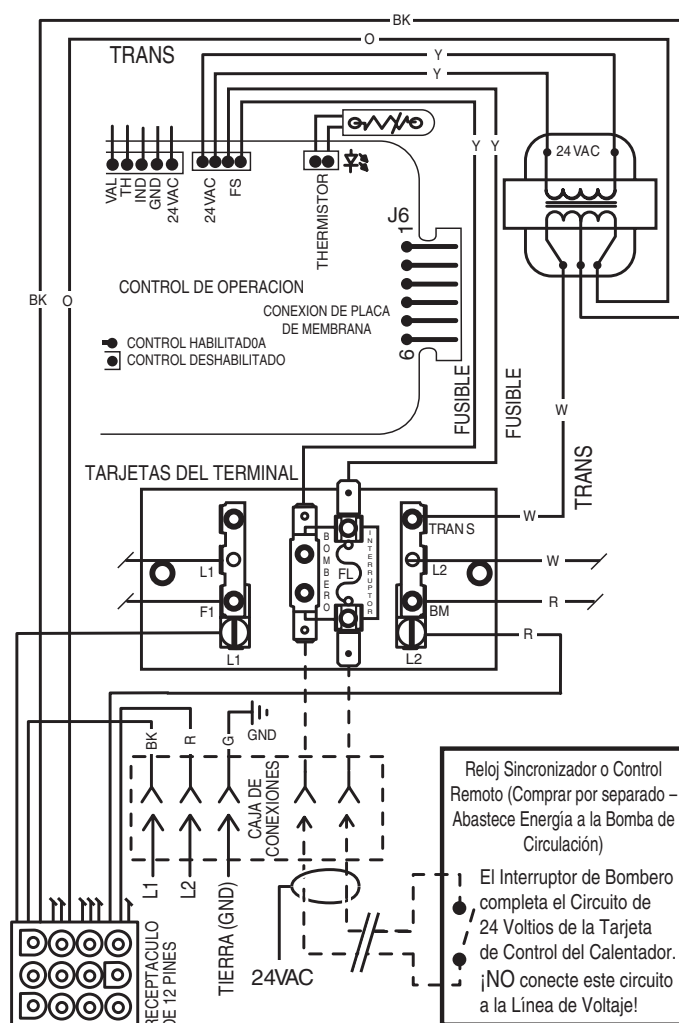

Figura 30.
- Conecte los cables entre los terminales del Interruptor de Bombero en el calentador y el regulador. Conecte los cables del controlador o del sincronizador al Interruptor de Bombero. El controlador, el sincronizador o el regulador deben ser preparados para manejar 24VAC a 0.5 Amp (por que completara el circuito de 24VAC del panel de control en el calentador como se muestra en la Figura 30). NO aplique voltaje de línea a los terminales del interruptor de bombero. Use cable calibre 18 con un mínimo de 3/64" (1.2mm) de grosor de aislamiento clasificado para una elevación de temperatura de por lo menos 105° C.
- Conecte los cables entre los terminales del panel de control en el calentador y los reguladores externos, como se muestran en la Figura 30. Utilice por lo menos 2 reguladores por calentador para permitir una posición de "APAGADO" en cada modo del calentador. Seleccione reguladores que puedan manejar interrupción de nivel de logística. NO aplique línea de voltaje a los terminales del panel de control.
- Mueva el arrancador (como se muestra en la Figura 30) para habilitar el control exterior y deshabilitar los botones "Piscina Encendida" y "Spa Encendido" (la tecla de "Apagado" permanece funcional).